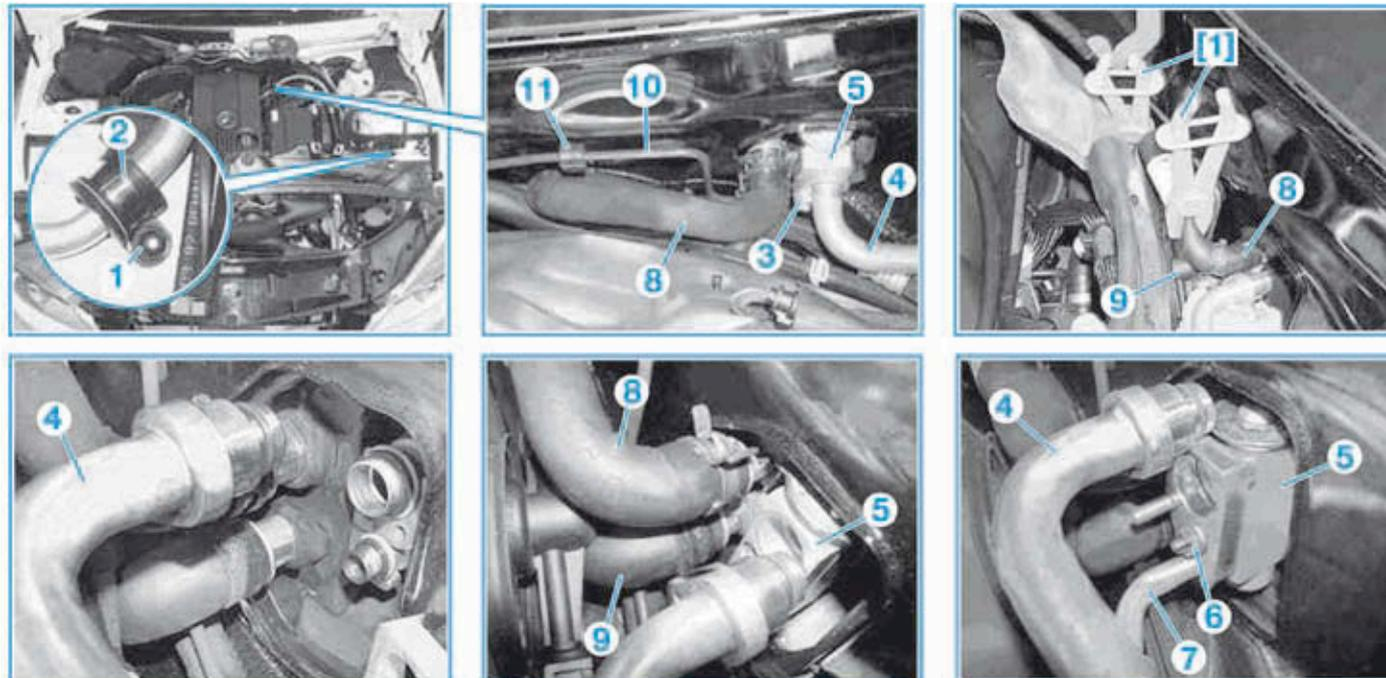
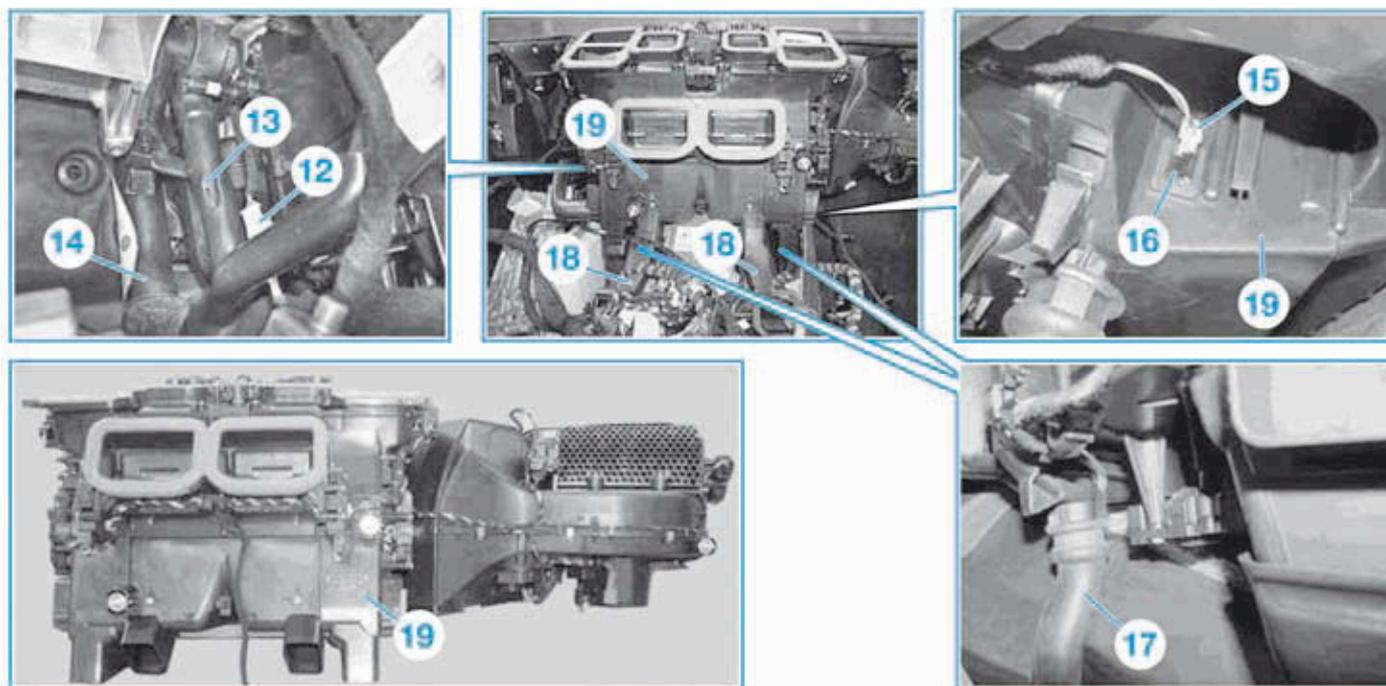

FIG. 12
FIG. 13
- Déposer la vis (1) puis écarter le collier (2) (Fig.12).
- Déposer l'écrou (3).
- Séparer la canalisation (4) du détendeur (5).
- Déposer l'écrou (6).
- Séparer la canalisation (7) du détendeur (5).
- Afin d'accéder plus facilement aux durits de liquide de refroidissement (8) et (9), dégrafer la canalisation de frein (10) du support (11).
- A l'aide de deux outils [1], pincer les durits de liquide de refroidissement (8) et (9).
- Séparer les durits de liquide de refroidissement (8) et (9).
- Si équipé, débrancher (Fig.13) :
- le connecteur (12),
- les conduits d'air (13) et (14).
- le connecteur (15) du capteur de température de l'évaporateur (16),
- la durit (17),
- les conduits d'air (18).
- A l'aide d'un autre opérateur, sortir le bloc de chauffage-climatisation (19).